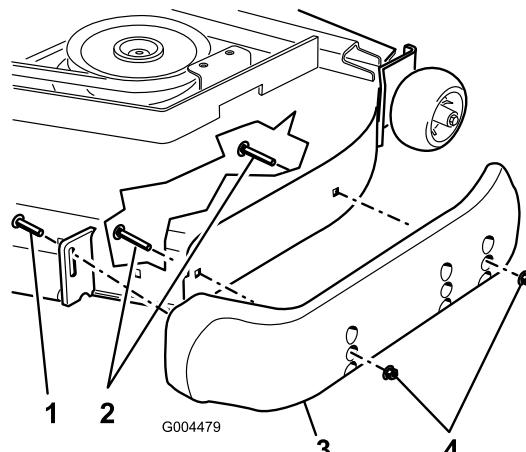

Bild 7
3. Lösen Sie die Schraube vorne an jeder Kufe. Die Guardian-Mähwerke haben zwei Gestelle und die Seitenauswurfähwerke haben ein Gestell (Bild 7).